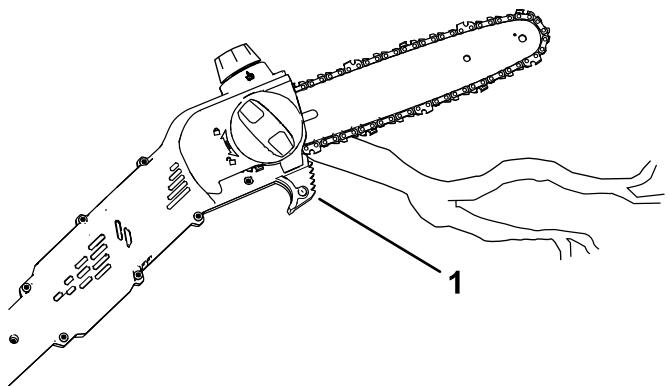

Figura 13
5. Corte con la rama cerca de la parte trasera de la espada, cerca de la guía de corte; presione la cadena de la sierra ligeramente contra la madera y deje que el peso de la sierra de pétiga dirija el corte (Figura 13).